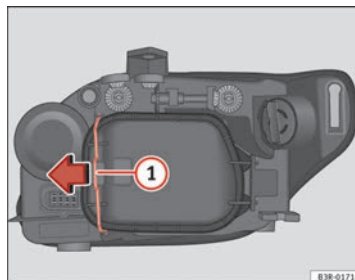

Fig. 214 Luz de posición (lado interior vehículo)
- Desplace el tirante ⇒ fig. 214 ① en el sentido de la flecha y saque la tapa rígida separando primero el lado del tirante y sacando después las dos pestañas del extremo contrario de la tapa.